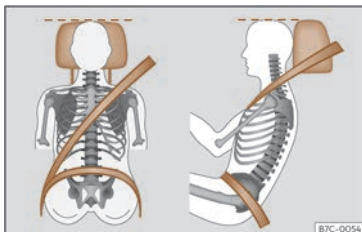

Fig. 7 Sangle bien ajustée et appuie-tête correctement réglé.
- Réglez l'appuie-tête de manière à ce que son bord supérieur soit, dans la mesure du possible, à la même hauteur que la partie supérieure de votre tête, et au moins à la hauteur de vos yeux. Gardez la nuque le plus près possible de l'appuie-tête»» **fig. 7.**